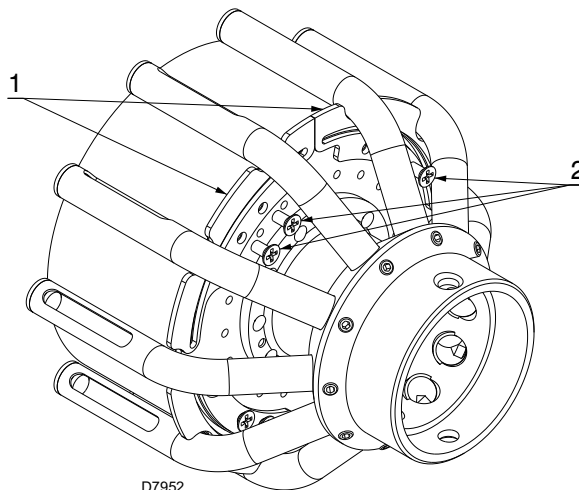

Рис. 17
- Снимите 8 винтов 2) (Рис. 17).